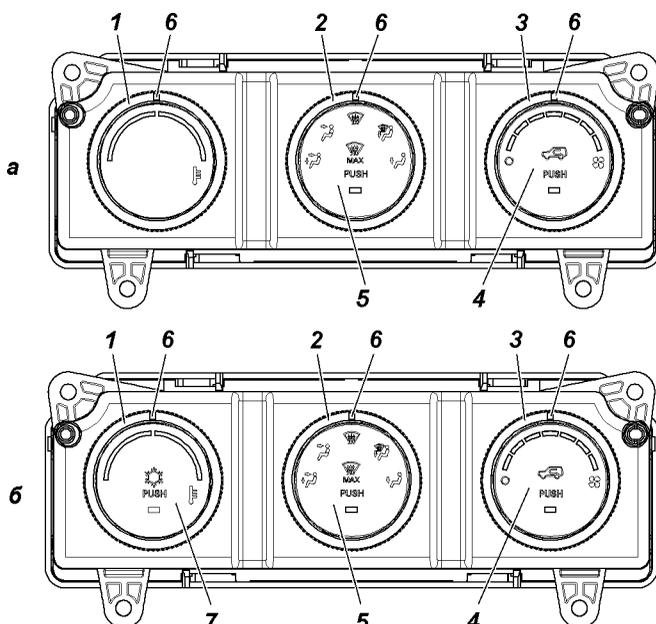

Рис. 3.25. Пульт управления отопителем:
Отопление, вентиляция и кондиционирование салона управляются пультами (рис. 3.25 а,б), которые являются основными устройствами управления.
Пульт управления (рис. 3.25)
**2** — поворотный переключатель распределения потоков воздуха (рис. 3.25 а, б).
**4 — кнопочный переключатель режима «приточный воздух-рециркуляция»** (рис. 3.25) со световым индикатором.
**7** — **кнопочный переключатель режима кондиционирования** (рис. 3.25 б) со световым индикатором.
С помощью поворотного переключателя 3 (рис. 3.25) можно установить необходимую скорость потока воздуха, поступающего в салон через дефлекторы и воздуховоды. Для уменьшения попадания в салон через неплотности пыли и наружного воздуха с нежелательной температурой рекомендуется всегда включать вентилятор не ниже 3-й скорости. При увеличении количества пассажиров в салоне рекомендуется увеличить скорость вентилятора для исключения возможного запотевания стекол.
#### Режимы работы пульта (рис. 3.25)
При вращении переключателя вентилятора 3 (рис. 3.25) в пределах делений 1 и 8, система включается на ручную регулировку, и скорость вентилятора повышается на одно деление вверх и вниз в пределах делений.
**Режим «Интенсивного обогрева ветрового стекла»** включается переключателем 5 (рис. 3.25), передавая сигнал на пульт, который формирует и передает на исполнительные устройства управляющие сигналы, необходимые для перехода пульта в данный режим.
В этом режиме пульт переводит заслонку воздухораспределения в положение «На стекло», заслонку подмешивания в положение, соответствующее 8-мой позиции переключателя 1 (рис. 3.25). Вращение вентилятора при этом происходит со скоростью, соответствующей 7-мой позиции переключателя 3. В данном режиме работы пульт не реагирует на изменения положений поворотных переключателей.
Включение кондиционера производится нажатием кнопки 7 (рис. 3.25 б).
Для более эффективного охлаждения, кнопкой 4 (рис. 3.25) включается режим рециркуляции (забор воздуха будет осуществляться из салона автомобиля).
**ВНИМАНИЕ!** *При длительной работе кондиционера на холостом ходу двигателя и при движении в тяжелых условиях с нагрузкой на двигатель, близкой к максимальной, с целью исключения перегрева двигателя, возможны автоматические отключения компрессора кондиционера со снижением эффективности охлаждения салона. Для повышения эффективности работы кондиционера при данных условиях эксплуатации, рекомендуется уменьшить скорость вентилятора климатической установки поворотом переключателя 3 (рис. 3.25) и включить режим «рециркуляции воздуха».*